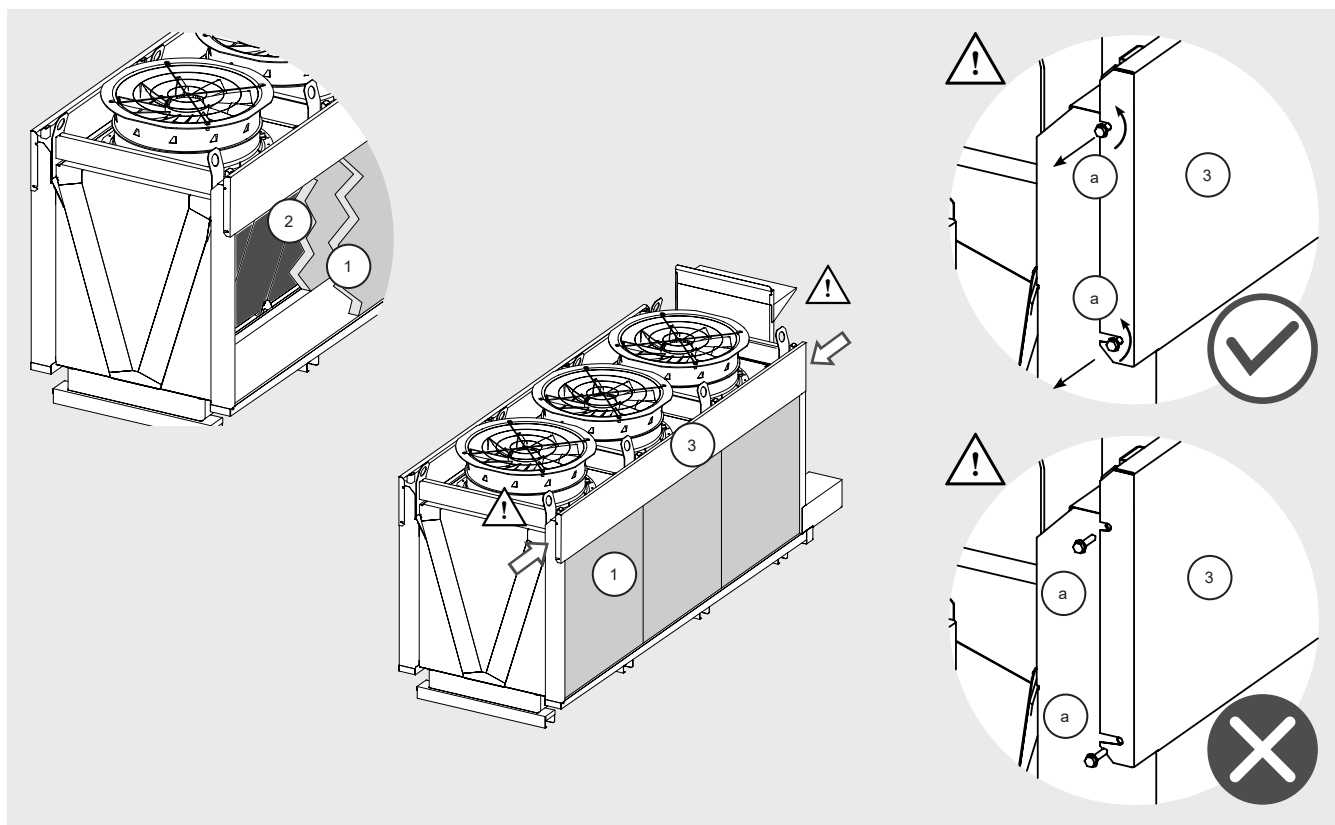

Figura 19
- 12.11.6 Para limpiar o sustituir los paneles, retire primero los paneles exteriores (1) y después los interiores (2). Véase la Figura 19.
- 12.12.4 Desenrosque los tornillos que fijan la tapa (3) del compartimento de boquillas según la Figura 19. Abra el compartimento de boquillas levantando la tapa (3) como se ve en 12.11.8.